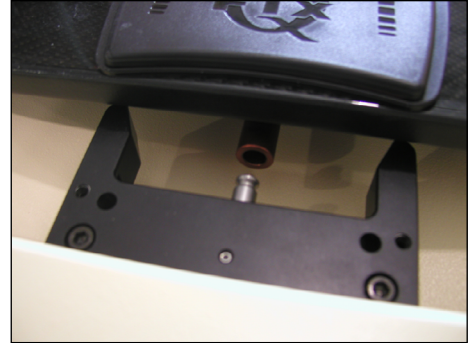

图 11
3. 将 CT 覆盖罩朝 CT 床板脚端滑动, 直至红色定位销靠近脚端安装配件上的金属销钉 (图 11)。